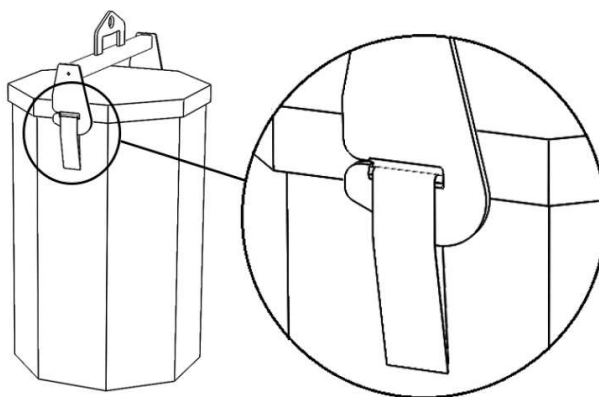

Fig. 2
4. Løfteåget skal monteres som vist i fig. 2
5. Sørg for, at løftestropperne på begge sider er helt i indgreb og forbliver i krogene, mens du løfter ESAB MARATHON PAC™. Se fig. 2 for korrekt brug og fig. 1 med eksempel på forkert brug